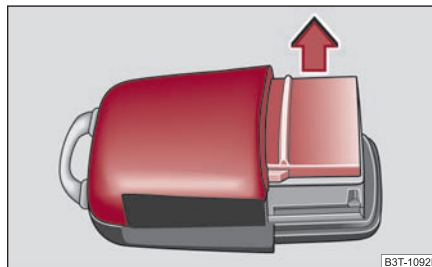

Fig. 38 Couvrirle du boîtier de l'émetteur
- Retirez le couvercle du boîtier de l'émetteur ⇒ page 44, fig. 38 dans le sens de la flèche.